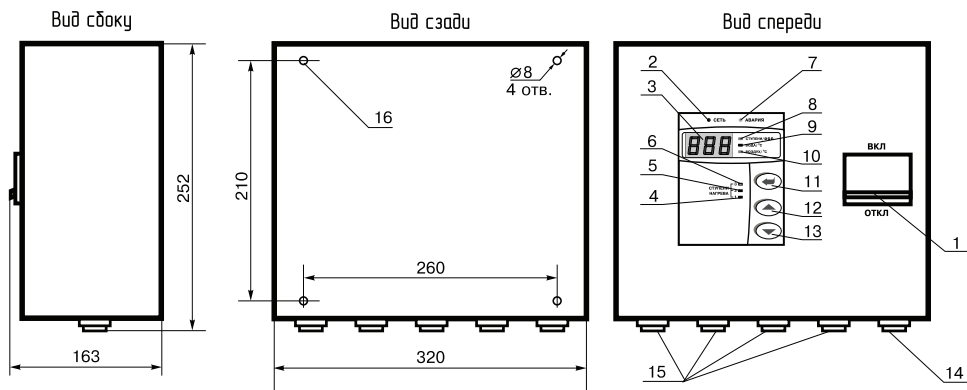

Рис.2 Габаритные размеры и расположение органов управления панели управления ПУ ЭВТ - ИЗ
- температура воздуха в помещении.Каждое нажатие сопровождается коротким звуковым сигналом. При этом светятся индикаторы (**Рис.2, поз. 4, поз. 5, поз. 6**) соответственно, указывая на отображение текущей величины;
Внимание! При нагреве воды выше 95 °С срабатывает аварийная защита по температуре, загорается индикатор «АВАРИЯ» (Рис.2, поз. 2) , отключается нагрев и цифровой индикатор показывает код неисправности (H-5). При остывании воды примерно на 20 °С нагрев снова включается;